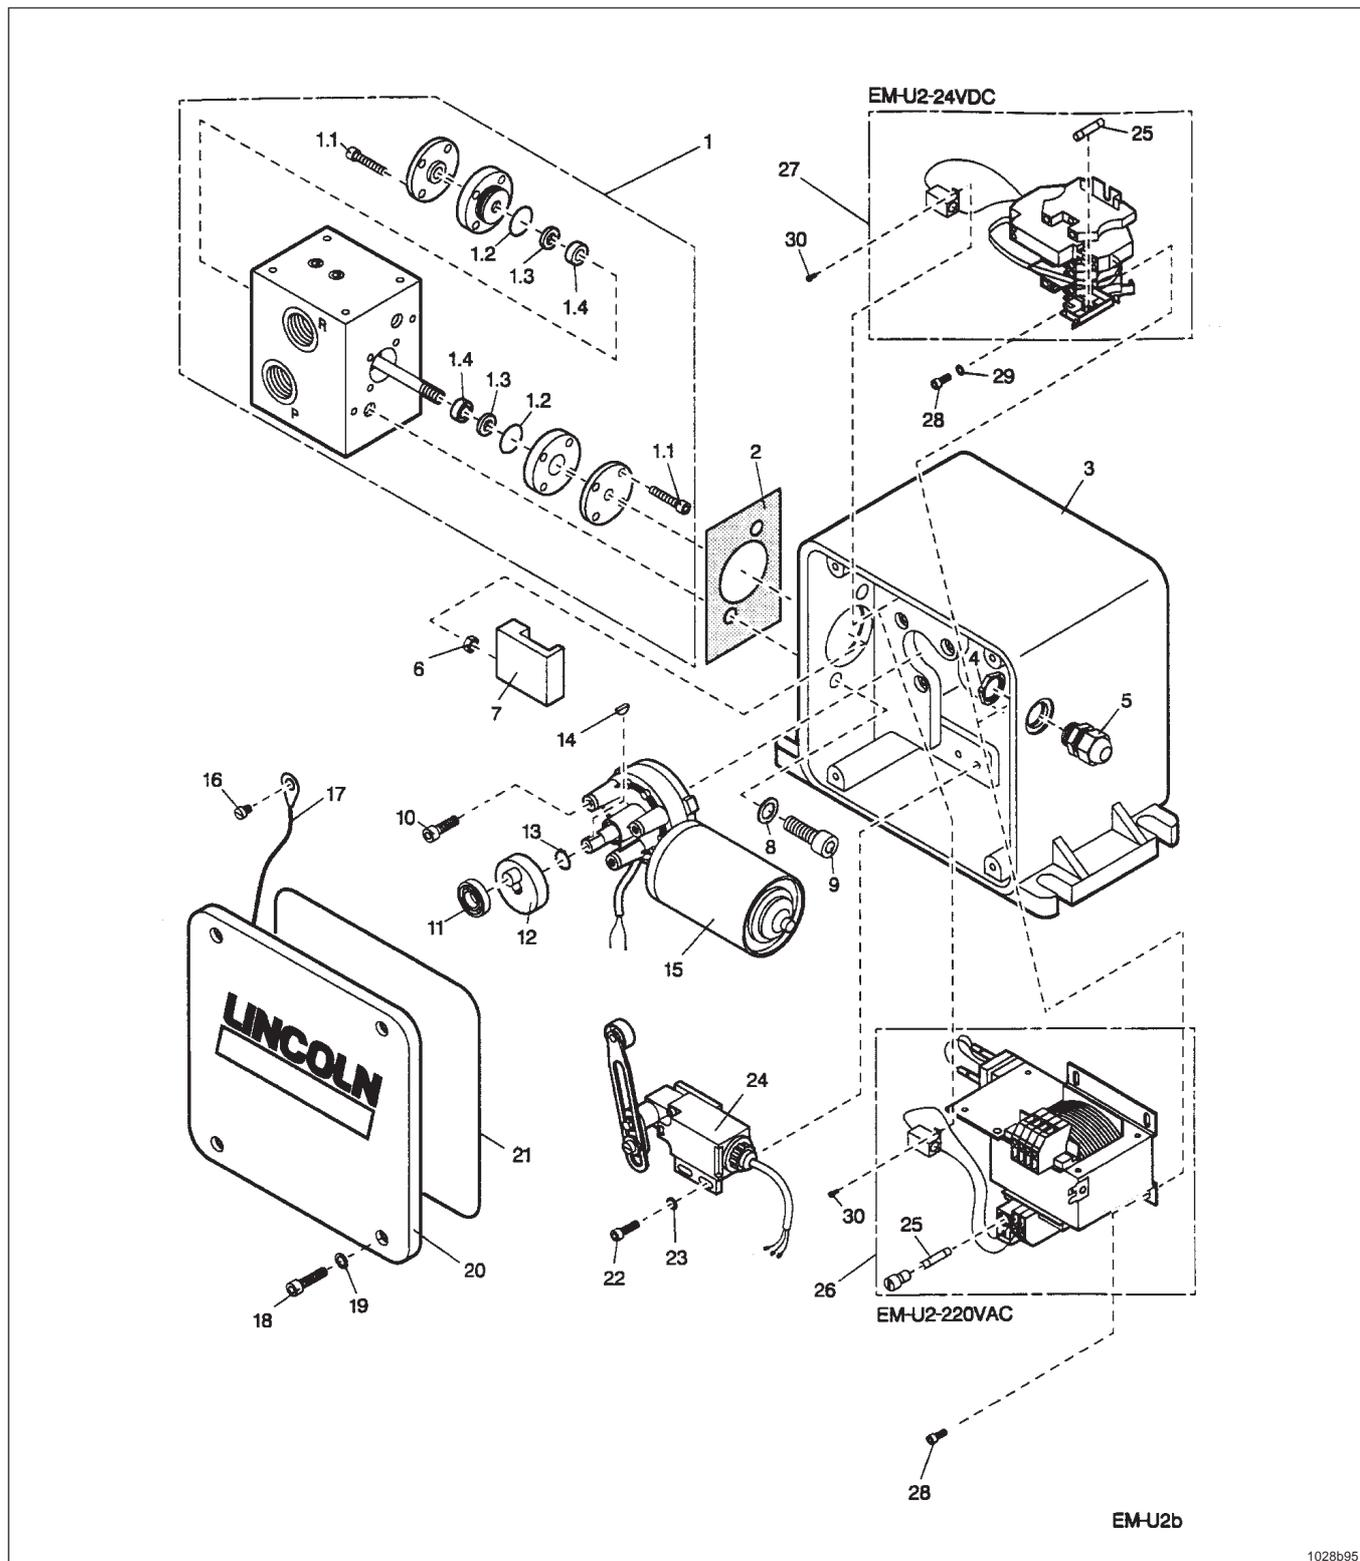

Abb. 12: Ersatzteile
| • Verschleiß am Kolben und/oder im Umsteuergehäuse | • Austausch des Umsteuergehäuses, kompl. (siehe Abb. 12, Pos. 1) |
- Exzenter läuft nach dem Impuls des Positionsschalters nach. Interne Verkabelung der Klemmleiste (24 VDC-Version, Abb. 12, Position 27) bzw. des Gleichrichtergeräts (230 VAC-Version, Abb. 12, Position 26) überprüfen und gegebenenfalls Klemmleiste komplett bzw. Gleichrichtergerät austauschen.